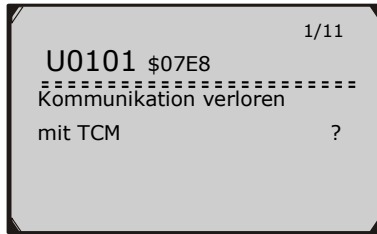

Abbildung 5.55
- 1) Wiederholen Sie die Schritte im **Codes lesen** Abschnitt um DTCs zu identifizieren. (Abbildung 5.55)